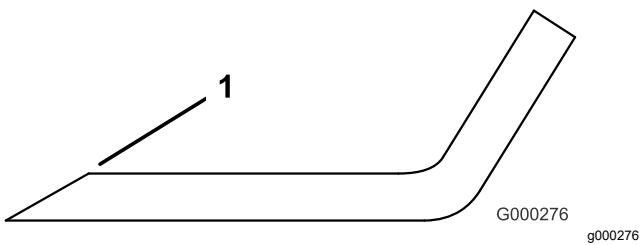

Figura 27
- 4. Inspeccione los filos de corte de todas las cuchillas, y afílelos si están romos o tienen mellas (Figura 27).
Nota: Afile únicamente la parte superior del filo y mantenga el ángulo de corte original para asegurar un filo correcto (Figura 27). La cuchilla permanece equilibrada si se retira la misma cantidad de material de ambos filos de corte.